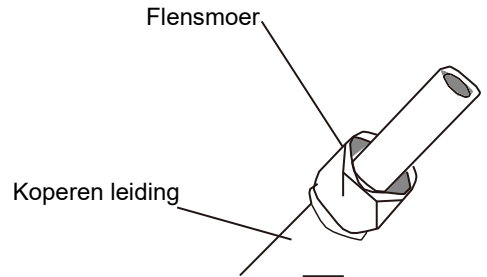

Fig. 5.3
3. De flensmoeren plaatsen op de twee uiteinden van de leiding. Controleren of deze in de goede richting geplaatst zijn, want na het verwijderen kunnen zij niet meer verplaatst worden. Zie Fig. 5.3.